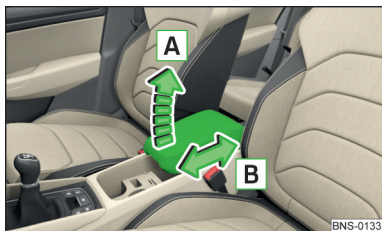

Abb. 87
- Zur **Höheneinstellung** die Armlehne in Pfeilrichtung **A** in eine der Raststellungen anheben » Abb. 87.